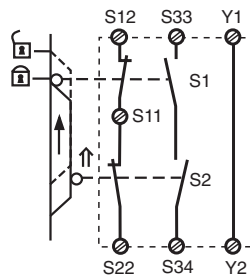

Fig. 6: Schutztürsteuerung 3
- Safety gate control 3 (Fig. 6)
- Dispositif de verrouillage 3 (fig. 6)